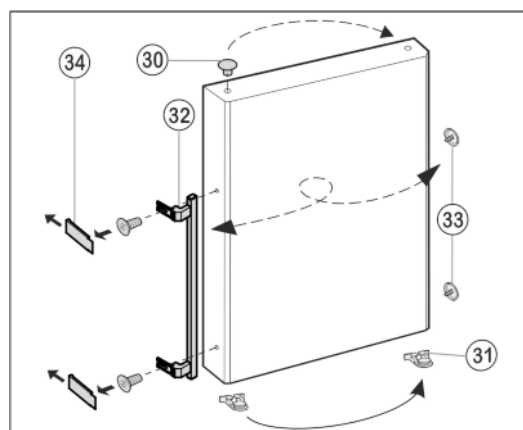

Fig. 12
- ▶ Zátky Fig. 12 (30) vyjměte z pouzdra ložisek dvířek a přemístěte je.
- ▶ Madlo dveří Fig. 12 (32), zátky Fig. 12 (33) a krycí destičky\* Fig. 12 (34) odmontujte a přemontujte na protější stranu.